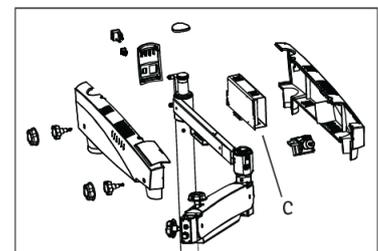

Abb. 42
Schalten Sie das Mikroskop aus. Öffnen Sie die Schwenkarmabdeckungen und ersetzen Sie die Beleuchtungseinheit (C) durch eine neue Einheit. Befestigen Sie die Armabdeckungen wieder. Siehe Abb. 42.